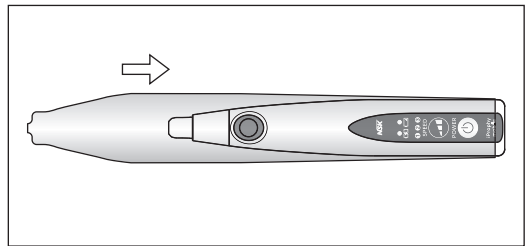

Fig. 2
- 2) Enveloppez la pièce à main avec le fourreau fourni pour la pièce à main (Fig. 2).